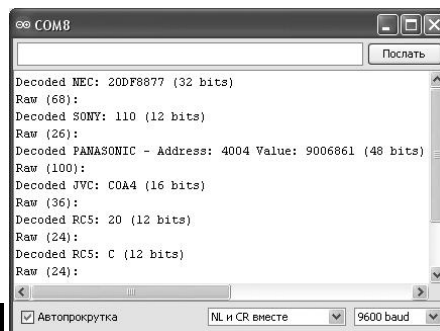

Рис.26
5) Зайти в терминал Arduino: «Сервис–Монитор порта». Запустить на планшете приложение «IR Universal Remote», выбрать в нем тип телевизора, например, LG (см. РА6/2014). Поднести к фотомодулю A1 на близкое расстояние ИК-окошко планшета и нажать сенсорные кнопки ПДУ. Для разных телевизоров и разных кнопок будут наблюдаться разные отклики в окне терминала (рис.26).
**Строки 10-31.** Идентификация кнопок «1» и «2» по пяти протоколам. Это зависит от марки телевизора, который выбирается в головном меню приложения «IR Universal Remote». Реальные цифры сигнатур, с которыми сравнивается переменная «r» в **строках 11-14, 17, 18** и т.д., были получены ранее в экспериментах с самодельным тестером ИК-сигналов по образу и подобию рис.26.